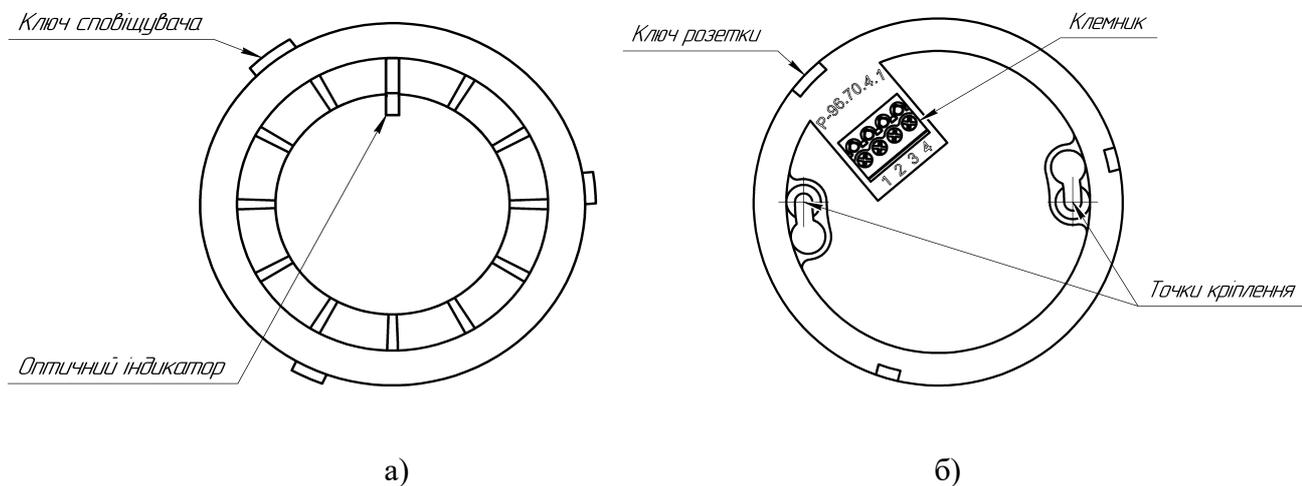

Рис.4 - (а) – сповіщувач, (б) – розетка.
- 3.2 Сповіщувач, представляє собою пластмасовий корпус - Рис. 4а, в якому змонтовано електронний блок з димовою камерою та світлопровід. Розетка є монтажною базою - Рис.4б. Для підключення сповіщувача до лінії зв'язку або шлейфу сигналізації використовується клемник, який встановлений у розетці Р-96. Призначення контактів клемника наведено у таблиці 3.